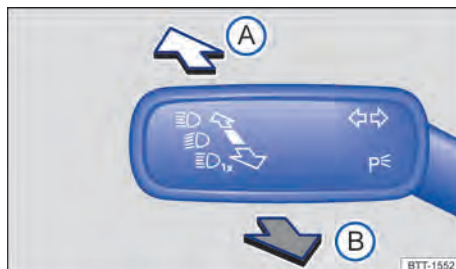

Fig. 89 À gauche sur la colonne de direction : levier des clignotants et de l'inverseur-codes
2. Poussez le levier vers l'avant à partir de la position médiane → fig. 89.
1. Tirez le levier vers l'arrière à partir de la position médiane → fig. 89.
1. Tirez et maintenez le levier vers l'arrière depuis la position médiane → fig. 89.